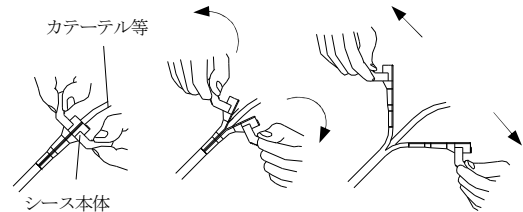

図3
- \*12. カテーテル等は動かさず、シース本体の持ち手部分を持って、シース本体のみをいったん分割し、シースを血管から徐々に引き抜きながら、均等の力で左右に慎重に裂いて取り除く（図3参照）。